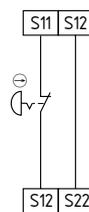

Fig. 5
**Circuit d'arrêt d'urgence à 1 canal avec organes de commande selon ISO 13850 et EN 60947-5-5 (Fig. 5)**